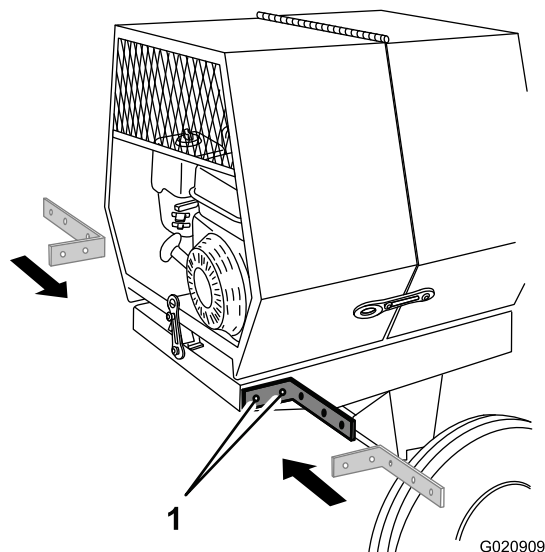

Figura 1
1. Alinee los taladros de un soporte con los taladros del travesaño lateral, debajo de la cubierta (Figura 1).